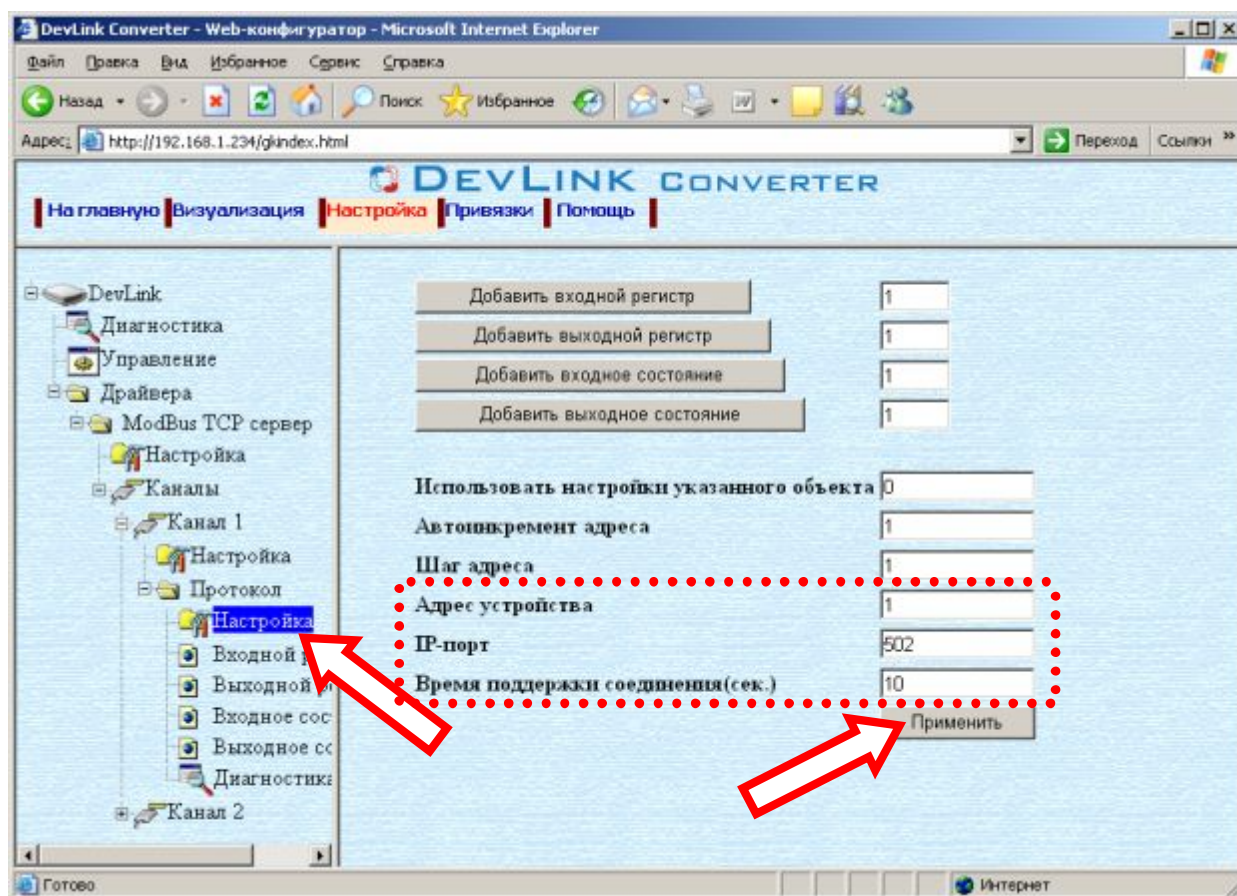

Рисунок 3.8 – Настройка протокола
- Задайте необходимые параметры и нажмите кнопку «Применить» (рисунок 3.8).